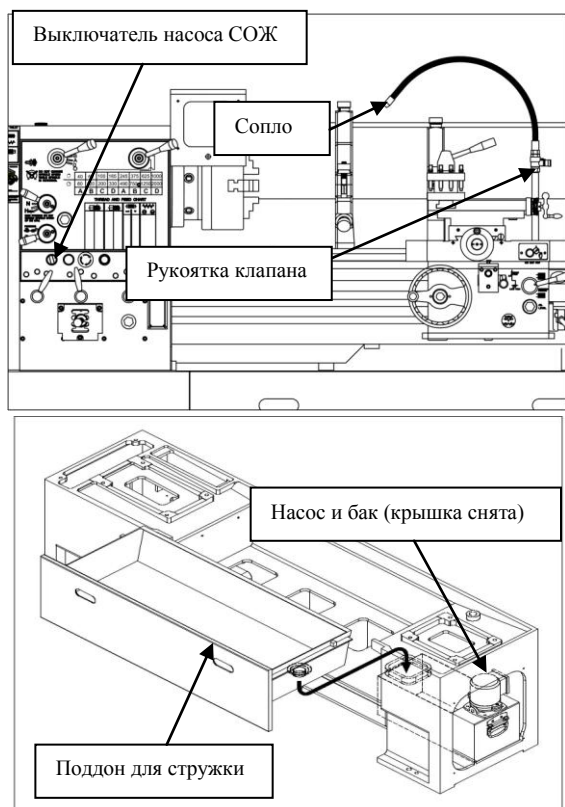
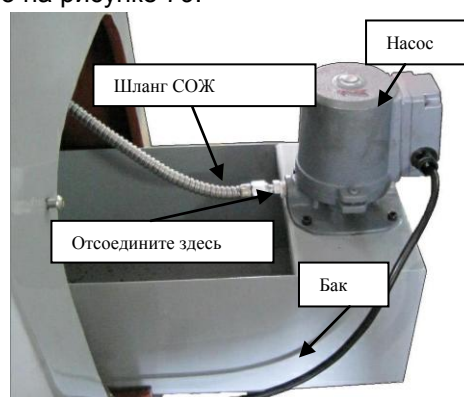

Рис. 78. Система подачи СОЖ, узлы и их расположение
Рис.79. Насос и бак СОЖ.
5. Снимите крышку, как показано на рис. 78, и выдвиньте бак наполовину из корпуса, как показано на рис. 79.